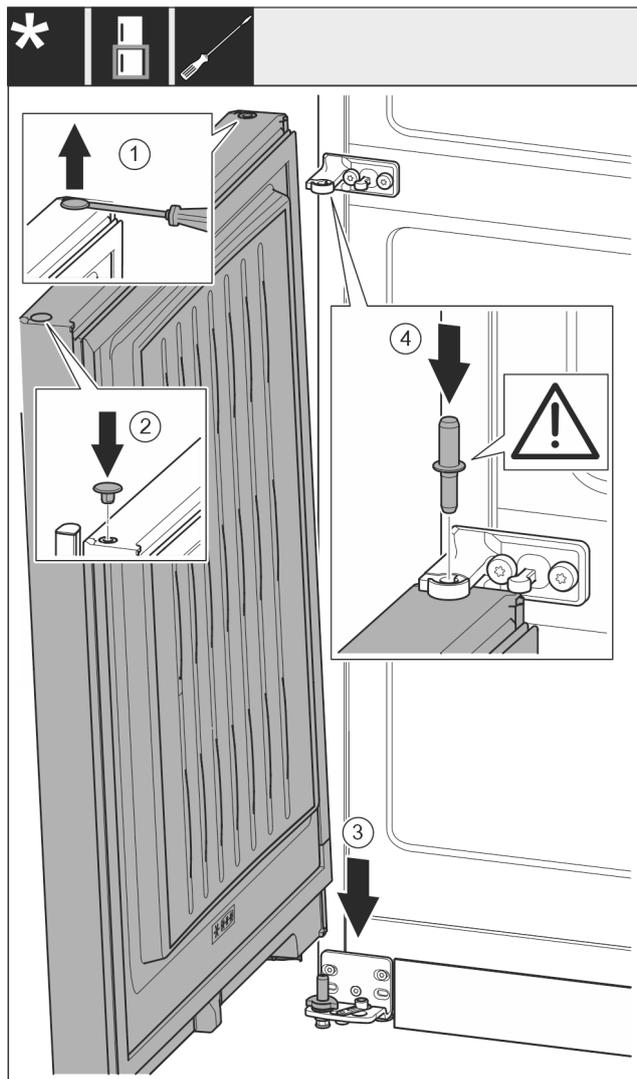

Fig. 20
- Soulever et retirer avec précaution les caches Fig. 20 (1) avec un tournevis plat.
- Replacer les caches Fig. 20 (2) de l'autre côté de la porte.
- Placer la porte Fig. 20 (3) depuis le haut sur l'axe de palier inférieur.
- Insérer l'axe de palier central Fig. 20 (4) dans le support de palier central de la porte inférieure. Veiller à ce que l'ergot soit orienté vers l'arrière.